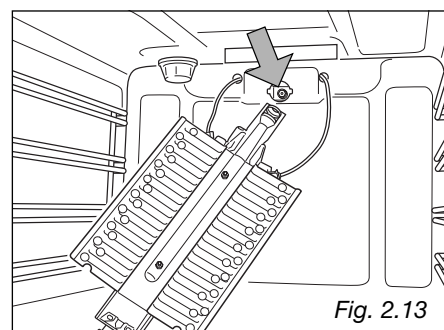

Fig. 2.13
Suspendez doucement le brûleur tel qu'indiqué à la figure 2.13. Faites attention de ne pas endommager le fil qui mène à l'électrode d'allumage et à la sonde de la soupape de sécurité.
- En vous servant d'une clef polygonale de 7 mm, remplacez l'injecteur (indiqué par la flèche dans la figure 2.13) par l'injecteur approprié, selon le type de gaz.